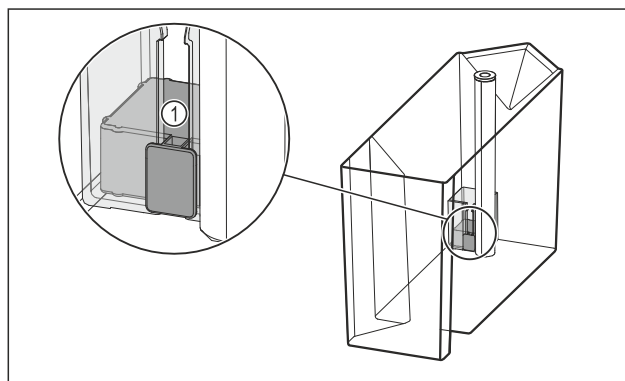

Fig. 164
- ▶ Prüfen, ob der Schwimmer Fig. 164 (1) verklemmt ist. Wenn Schwimmer verklemmt ist: